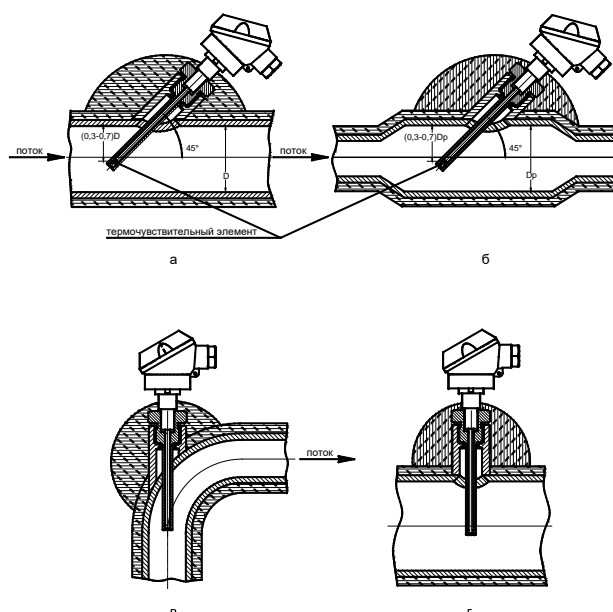

Рисунок 6.7 Рекомендуемые варианты установки термopреобразователей на трубопроводе
6.5.3 Если диаметр чувствительного преобразователя ТС превышает $0,13D$, то допускается при установке ТС применять расширитель (рисунок 6.7 б), где D_p – внутренний диаметр расширителя.